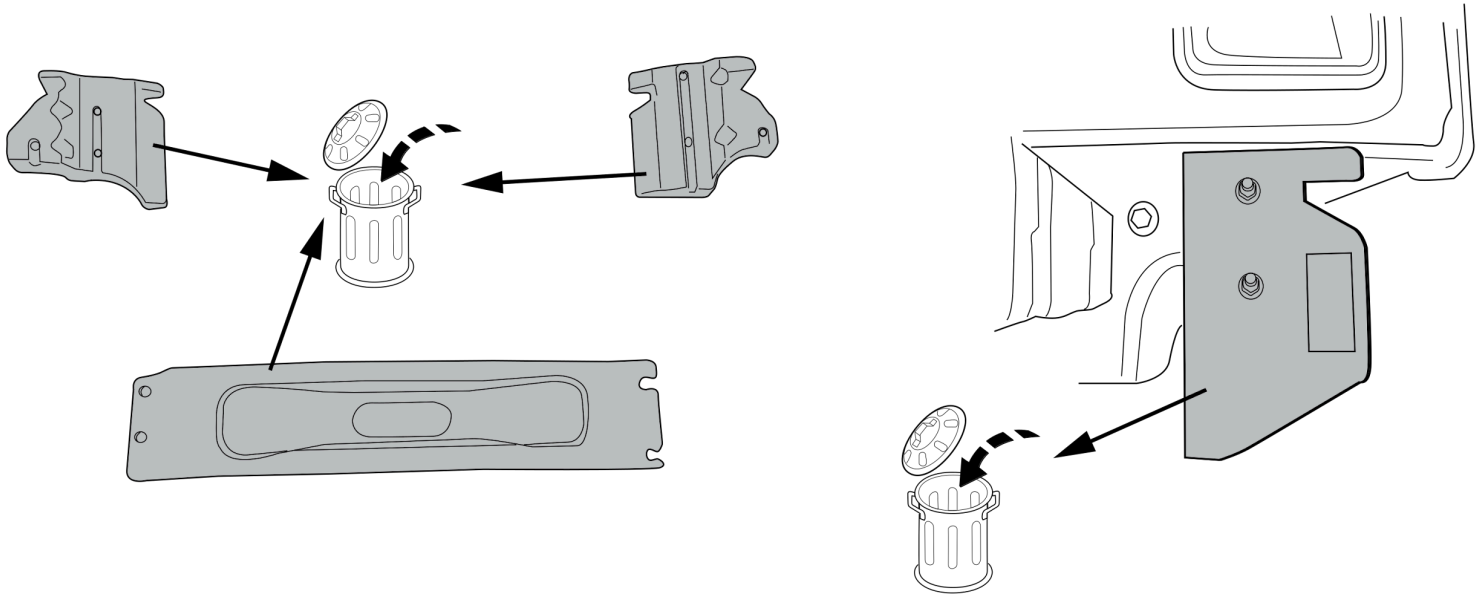

Fig. 4
2. DS 3/Citroën (e)-C3: Снять бампер вместе со буферным брусом автомобиля. Буферный брус больше не понадобится. См. рисунок 4 & 8.